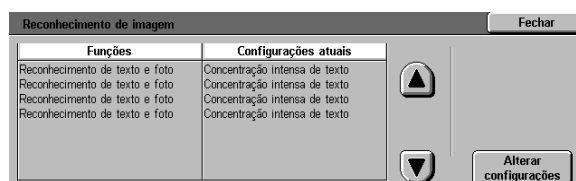

Figura 47: tela Reconhecimento de imagem
- 2 Toque no ícone **Reconhecimento de imagem** para exibir a tela Reconhecimento de imagem, conforme ilustrado na Figura 47.